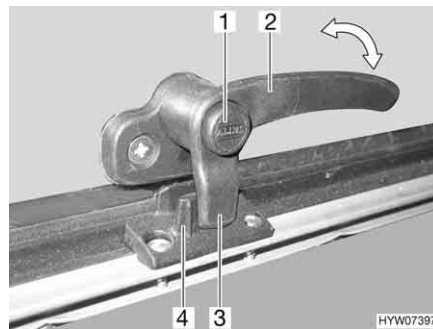
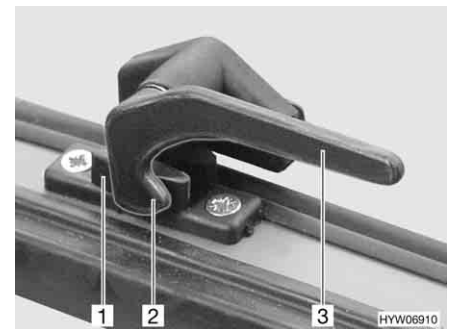

Fig. 73 Palanca de bloqueo con botón de seguridad en la posición de "cerrado"
Fig. 74 Palanca de bloqueo en la posición de "cerrado"
- Si existe, pulsar el botón de seguridad (Fig. 73,1) y mantenerlo pulsado.
- Girar toda la palanca de bloqueo (Fig. 73,2 ó Fig. 74,3) un cuarto de vuelta hacia el centro de la claraboya.
- Girar todas las palancas de bloqueo (Fig. 73,2 ó Fig. 74,3) un cuarto de vuelta hacia el marco. El saliente de bloqueo (Fig. 73,3 ó Fig. 74,2) se encuentra en la cara interior del bloqueo de la claraboya (Fig. 73,4 ó Fig. 74,1).
- En la posición "cerrada fijamente" (Fig. 73 y Fig. 74)